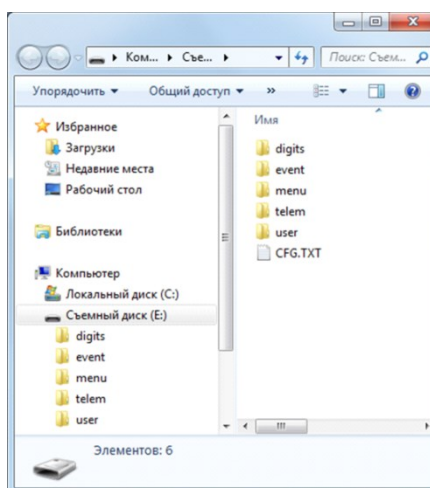

Рис. 6.16. Файловая система контроллера
4. В окне *Автозапуск* выберите *Открыть папку для просмотра файлов*. В результате откроется окно, отображающее файловую систему контроллера (рис. 6.16).